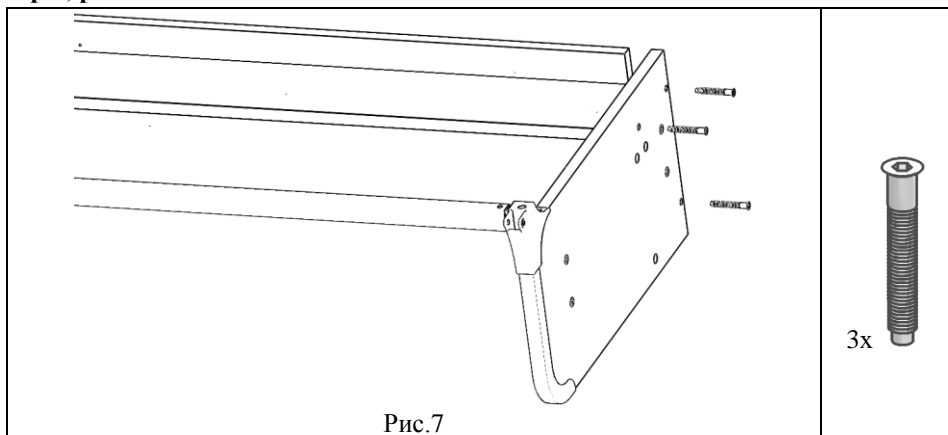

Рис.7
- наживить 2 винта конфирмат, соединяющих стенку заднюю с полкой (рис.7а),
5.1.6. К сборке по п.5.1.5 прикрутить с помощью винтов конфирмат (поз. 1, пакет № 150) стенку боковую правую (сборка по п.5.1.1.3), см. рис.7.